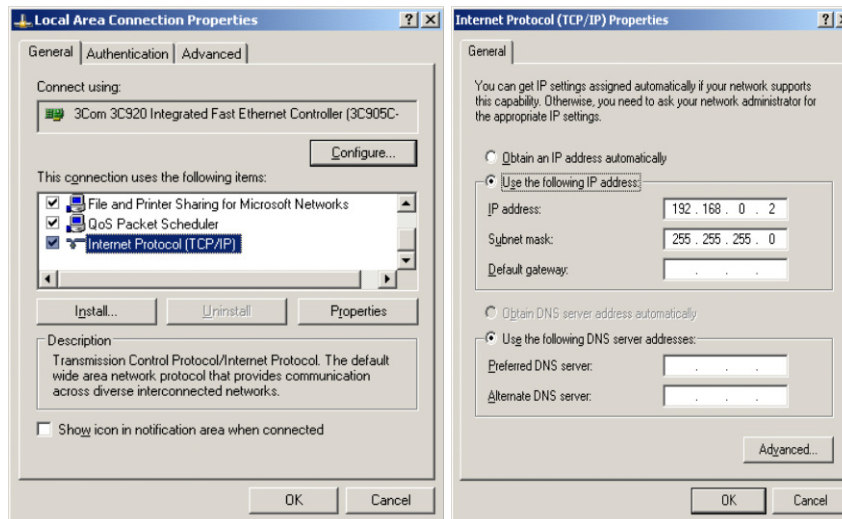

Figura D-6: Caselle di dialogo della connessione alla rete locale e alle proprietà del protocollo Internet
8. Nel pannello delle (Figura D-6), selezionare il Protocollo Internet (TCP/IP) e fare clic sul pulsante delle proprietà. Viene visualizzata la schermata Proprietà Protocollo Internet (a destra in Figura D-6).